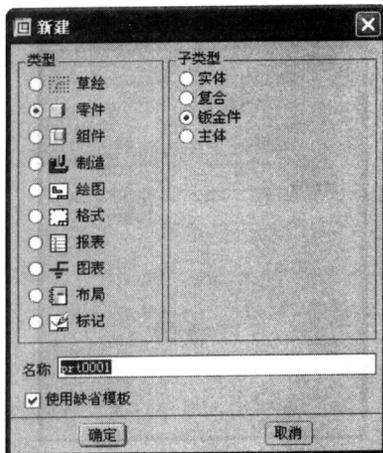

图 1.3 “新建”对话框
(1) 启动 Pro/E 之后,在菜单中单击“文件”>“新建”,此时将打开“新建”对话框,如图 1.3 所示。
(2) 将“类型”设置为“零件”,将“子类型”设置为“钣金件”,然后在“名称”框内输入钣金件的名称,单击“确定”按钮,即可进入钣金设计模式。